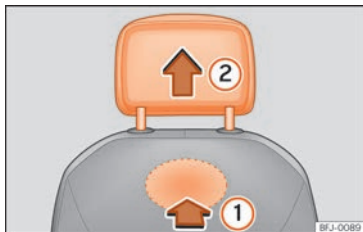

Abb. 144 Kopfstütze vorne ausbauen.
- Lokalisieren Sie zum Entriegeln der Kopfstütze die Aussparung im markierten Bereich auf der Rückseite der Sitzlehne und drücken Sie in Pfeilrichtung »» **Abb. 144** **①**.
- Ziehen Sie die Kopfstütze in Pfeilrichtung **②** heraus.